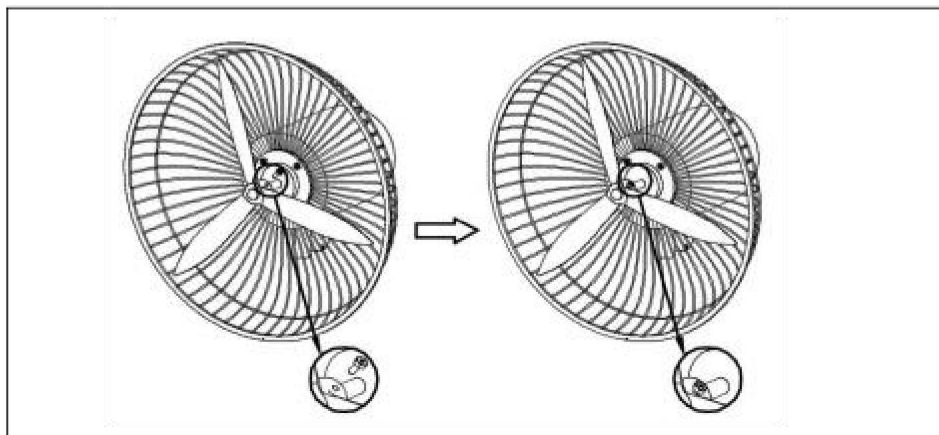

Abb.6.
2). Installieren Sie den Lüfterflügel (14) auf der Motorwelle und verriegeln Sie dann die Flügelsschraube (16). Siehe (Abb. 6).